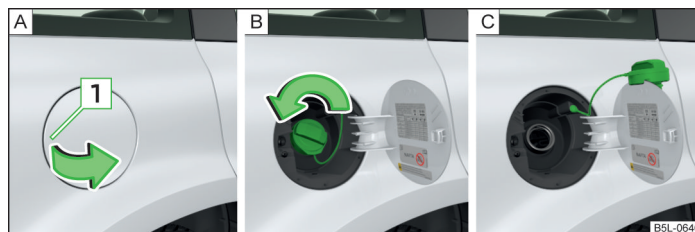

Fig. 155 Abrir la tapa del depósito / tapón del depósito
En el lado interior de la tapa del depósito de combustible se indican los tipos de combustible prescritos para su vehículo » fig. 155 de la página 209 - B.
- Presione sobre la tapa del depósito en la zona 1 » fig. 155 - A) y abra la tapa en el sentido de la flecha.
- Desenrosque el tapón del depósito en el sentido de la flecha » fig. 155 - B.
- Coloque el tapón del depósito por encima de la tapa » fig. 155 - C.
- Introduzca el tapón de cierre del depósito en el tubo de alimentación de combustible y gírelo en sentido contrario al de las agujas del reloj hasta que quede encastrada con seguridad » fig. 155 - B.
- Sujete el tapón del depósito con la mano y desbloquéelo con la llave en el sentido de la flecha » fig. 155 - [B].
- Desenrosque el tapón del depósito en el sentido de la flecha » fig. 155 - [B].
- Coloque el tapón del depósito por encima de la tapa » fig. 155 - [C].
- Enrosque el tapón del depósito en sentido contrario al de la flecha » fig. 155 - [B] hasta que se oiga que encaja.
- Sujete el tapón del depósito con una mano y bloquéelo con la llave en sentido contrario al de la flecha » fig. 155 - [B] y saque la llave.